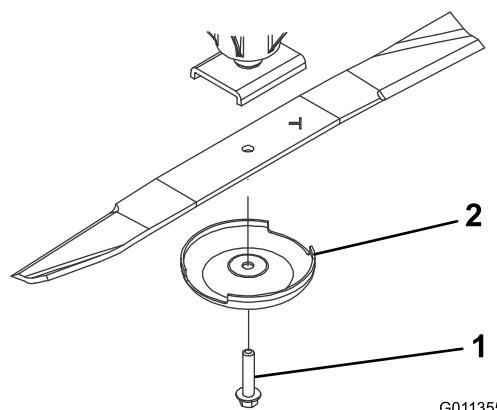

Figure 65
2. Tenez la lame par son extrémité avec un chiffon ou un gant épais. Enlevez le boulon, la coupelle de protection et la lame de l'axe de pivot (Figure 65).
boulon (Figure 65). Serrez le boulon de la lame à un couple de 115 à 149 N·m.
Si la lame est trop usée, une entaille se forme entre la partie relevée et la partie plane (Figure 65). La lame peut alors se briser et un morceau être projeté du dessous de la machine, vous blessant gravement ou une personne à proximité.